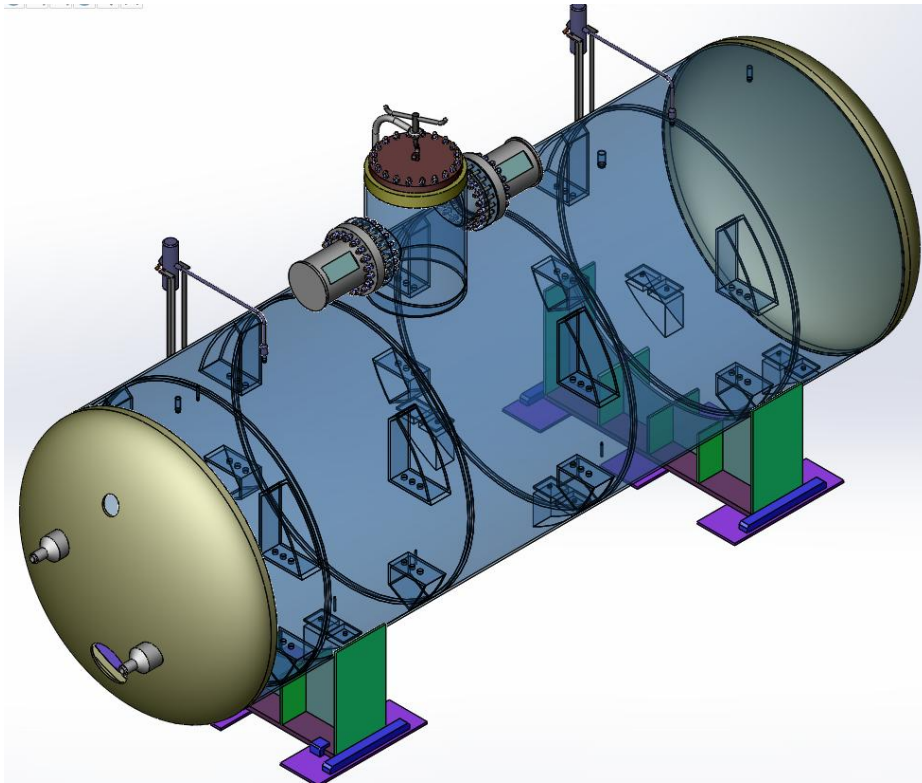

Рис. 1.8 Загальний вигляд бака барботера без внутрішньокорпусних приладів
5. Зовнішній вигляд бака-барботера, без внутрішньо корпусних приладів показаний на рис. 1.8. Корпус бака-барботера має довжину 6320 мм і зовнішній діаметр 2406 мм.